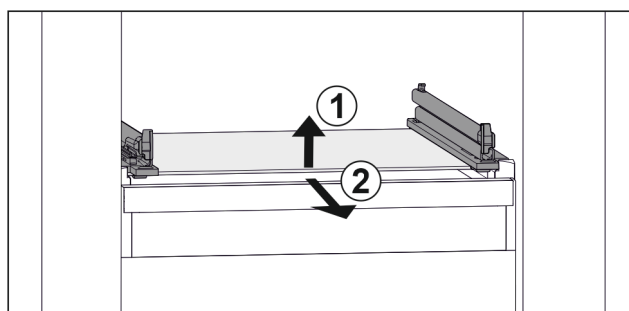

Fig. 110 Vejledende visning af glaspladen
- ▶ Løft glaspladen foran. Fig. 110 (1)
- ▶ Tag glaspladen ud fremefter. Fig. 110 (2)